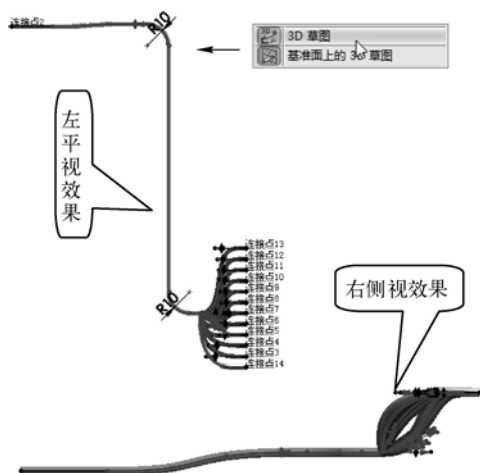

图 3-20 创建样条曲线效果
STEP 6 完成步骤 5 的操作后，单击“草图”工具栏中的“3D 草图”按钮，进入普通 3D 图线绘制状态，然后通过绘制样条曲线，连接步骤 5 绘制的干线，和步骤 3、步骤 4 绘制的连接点，基本上完成第一条电缆的布线操作，如图 3-20 所示。